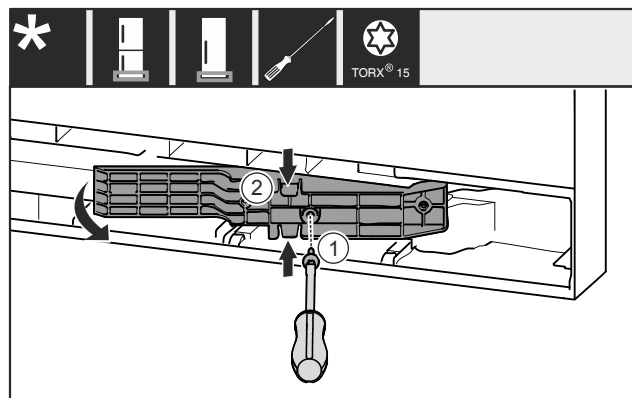

Fig. 19*
- ▶ Távolítsa el a csavart Fig. 19 (1)*.
- ▶ Finoman nyomja össze az illesztődarabot Fig. 19 (2) alul és felül, és húzza ki.*